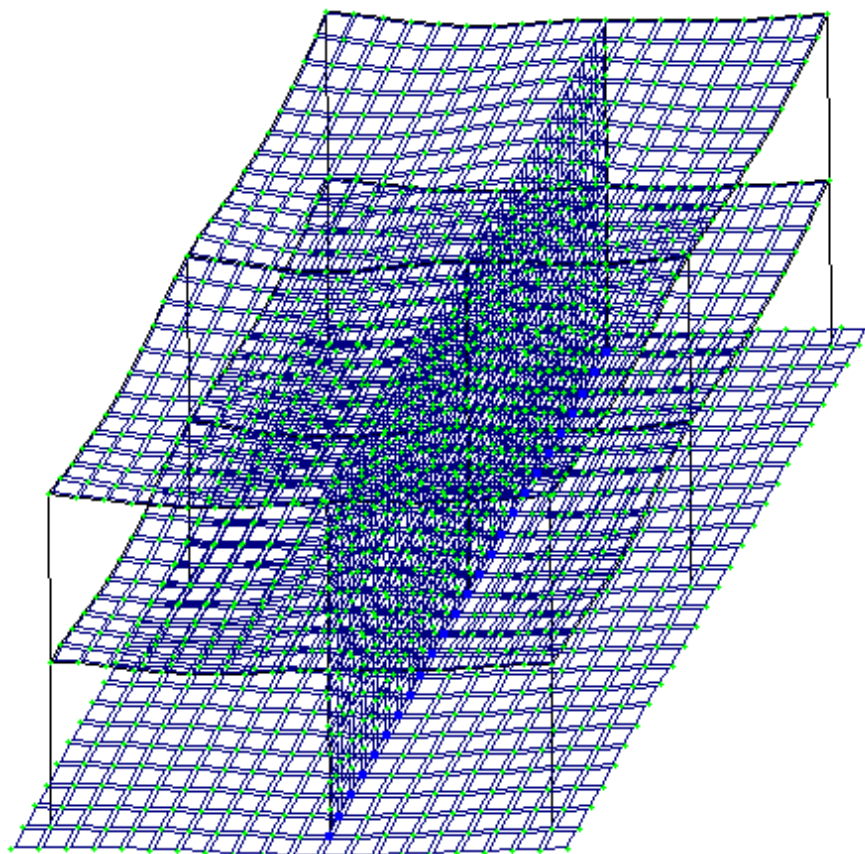

Рис.4.25. Расчетная схема с учетом перемещений узлов
- В режиме просмотра результатов расчета по умолчанию расчетная схема отображается с учетом перемещений узлов (рис.4.25).